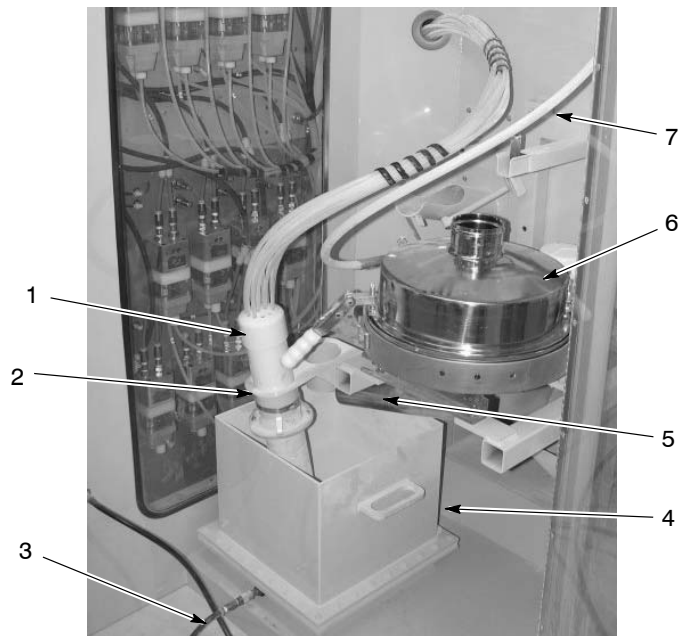

Abb. 11 Vorratsbehälter und Sieb, Einrichten und Anschlüsse
4. Siehe Abbildung 11. Den Vorratsbehälter (4) unter der Lanzenführung (2) positionieren.
5. Sicherstellen, dass die Siebausgangs-rutsche (5) so positioniert ist, dass das gesiebte Pulver in den Vorratsbehälter fällt. Zum Positionieren der Rutsche die Klammern des Siebdecks lösen, die Rutsche drehen, dann die Klammern wieder befestigen.
6. Den Fluidluftschlauch (3) an den Fluidboden des Vorratsbehälters anschließen.
8. Sofern verwendet, die Förderschläuche für Rückgewinnungs- und Frischpulver (7) an die Eingangssteckanschlüsse des Siebdecks anschließen.
14. Siehe Abbildung 11. Die Lanze(n) in der Lanzenführung installieren.